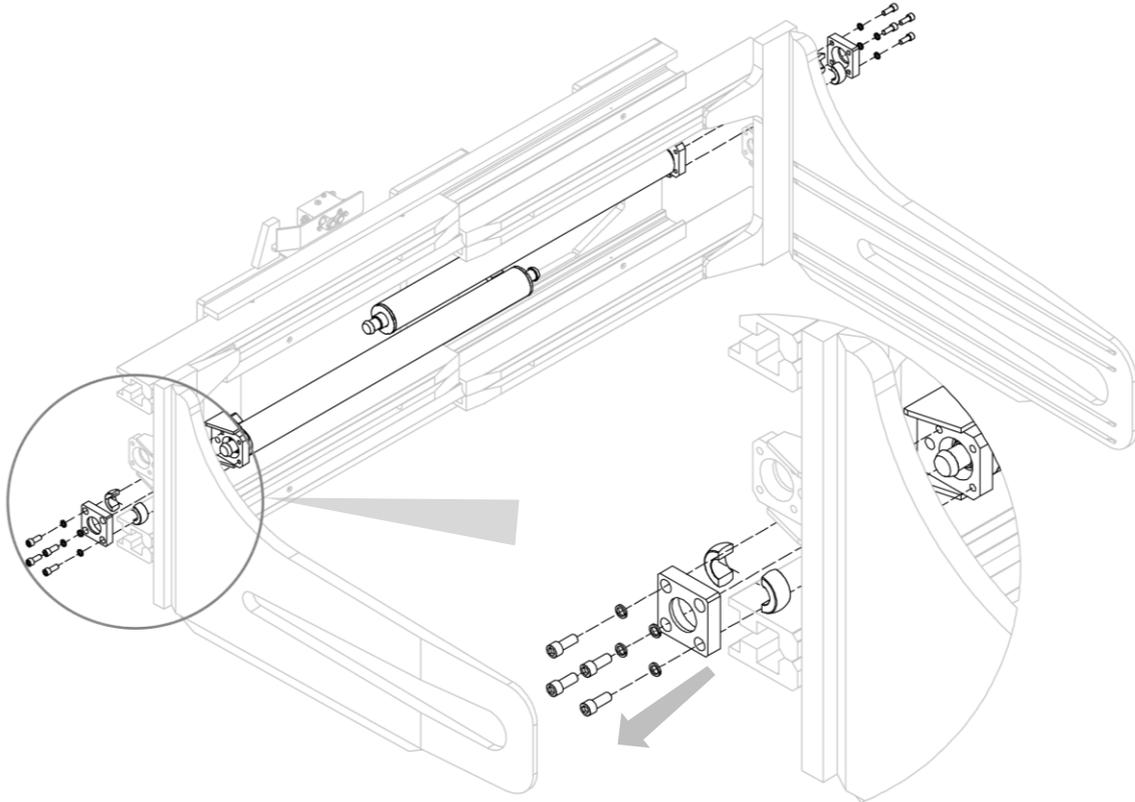

Figura 22
7. Quitar las tuercas que unen los cilindros a la estructura del implemento y quitar los cilindros mismos, cuidando de no dañarlos (mira *Figura 22*).